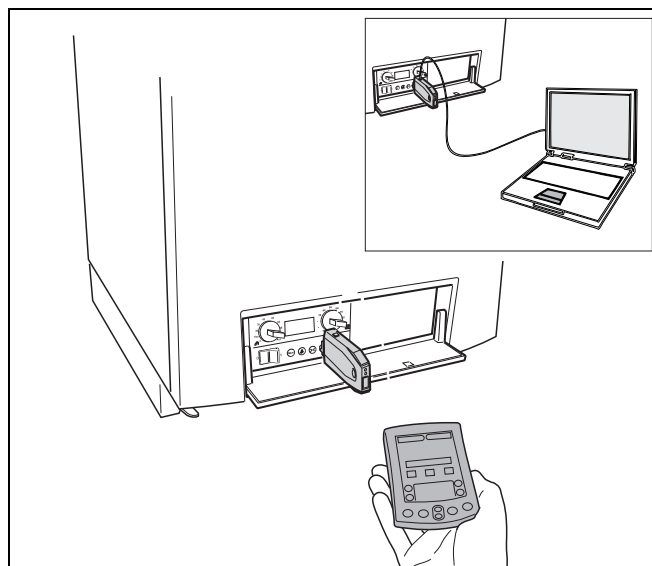
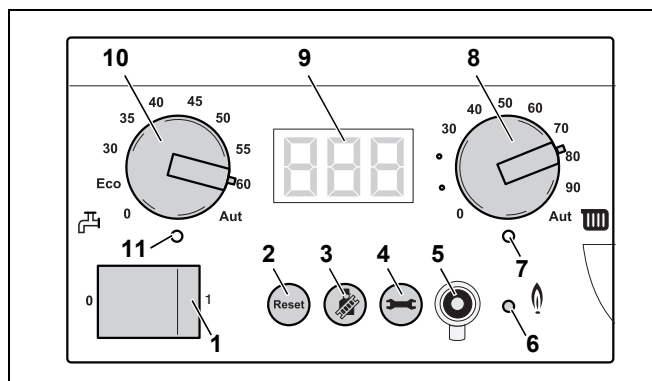

Fig. 56 Unealtă service racordată la cazanul de încălzire
Fig. 57 Controler de bază BC10
Pentru a realiza cu mai precis, mai repede și mai simplu înregistrarea, analiza și remedierea unui deranjament, este posibil să racordați unealta service (fig. 56) prin conectorul de service (fig. 57, poz. 5) la cazanul de încălzire.
- Deschideți tabloul de comandă prin apăsare și scoateți capacul de pe BC10 (vezi fig. 28, pagina 28 și fig. 57, poz. 5).
LED-ul "Arzător" (Pornit/Oprit) (fig. 57, poz. 6) luminează când arzătorul cazanului de încălzire este în funcțiune și se stinge când arzătorul se oprește.
LED-ul "Solicitare de căldură" (fig. 57, poz. 7) luminează când a fost solicitată prin reglare o necesitate de căldură sau se stinge când această solicitare de căldură nu mai este prezentă.
Cu ajutorul butonului rotativ pentru temperatura maximă a apei din cazan (fig. 57, poz. 8) se poate seta temperatura limită superioară a apei cazanului. Unitatea este °C.